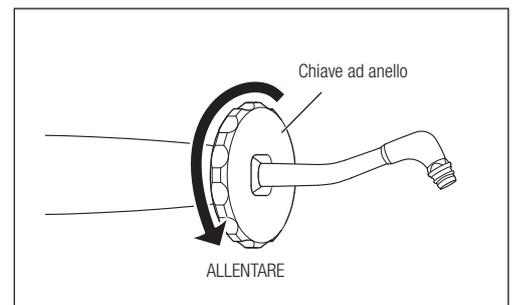

Fig. 40
- 1) Allentare il puntale facendo passare la chiave ad anello in dotazione attraverso il puntale e rimuoverlo dal manipolo (Fig. 40).